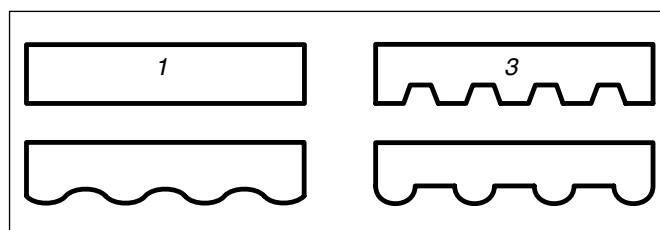

Abb. 11 : Volantformen
7. Volant typ: siehe Abb. 11 Seite 12